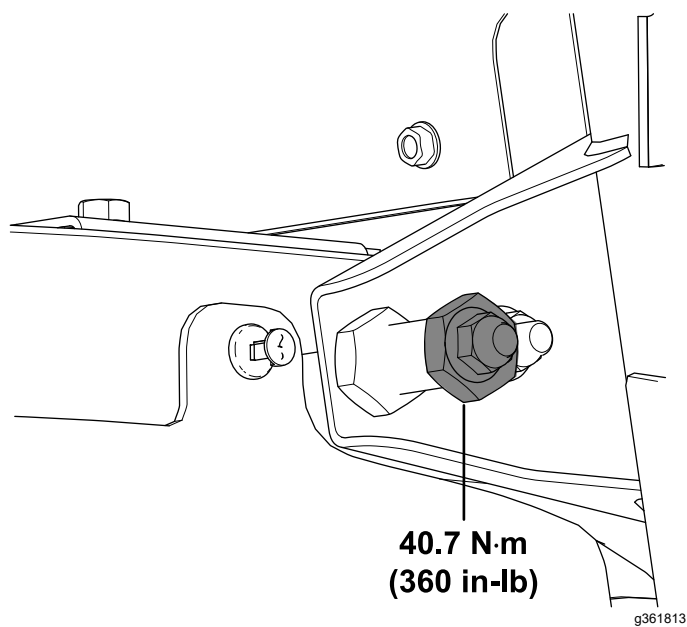

Figure 33
21. Serrez le contre-écrou ($\frac{3}{8}$ ") à 40,7 N·m, comme montré à la Figure 33.